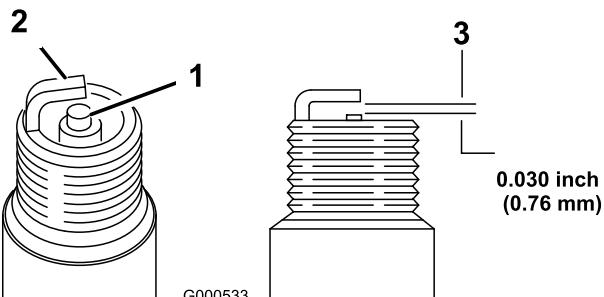

Figura 22
1. Inspeccione las bujías (Figura 22).
2. Compruebe la separación entre los electrodos central y lateral (Figura 22). Si la distancia no es correcta, doble el electrodo lateral.